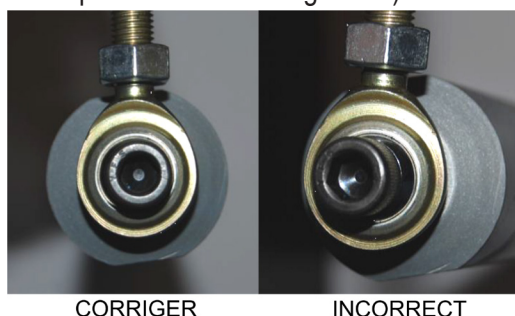

Figure 45. Orientation articulaire Heim
- b. Vérifiez que heimjoint est centré et non tourné lorsqu'il est boulonné (Figure 45).